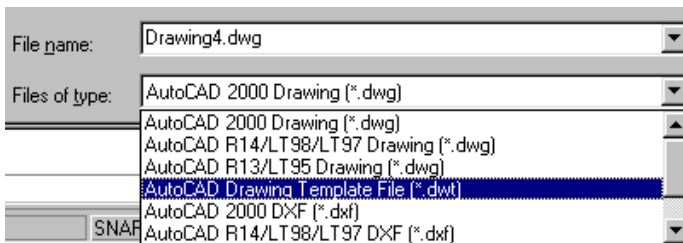

Рисунок 4.6 – Збереження шаблону
4.3.6 Зберегти файл як шаблон з розширенням ***.dwt**, згідно з рис. 4.6. Дати файлу – шаблону ім'я **FA3 (формат A3)**, після чого закрити файл.